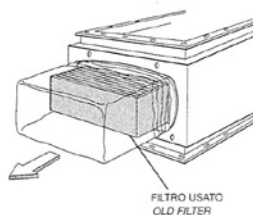

Fig. 3
5. Eseguire due saldature ermetiche e trasversali al sacco, tramite idonea pinza termica, vicino al bordo di manutenzione (Fig. 3).